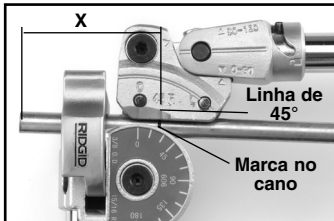

Figura 10 – Antes
- Marque o cano na distância desejada (X) da característica (extremidade do cano, curva, etc.). O centro do segmento de arco estará a essa distância da característica.
- Alinhe a marca do cano com a linha de 45° do carro (ver Figura 10).